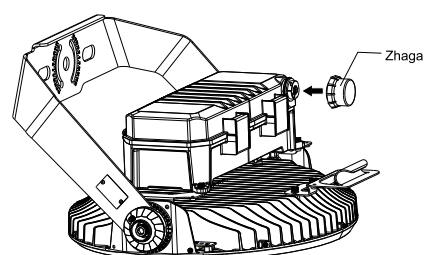

Fig. 38
2. Visser le capteur (Fig. 38).